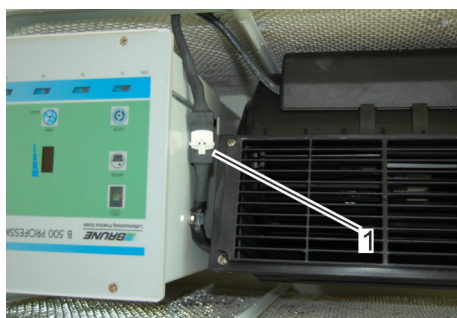

Fig. 56: Connecting the fan
- 10.** ➤ Connect the fan plug again (Fig. 56/1).